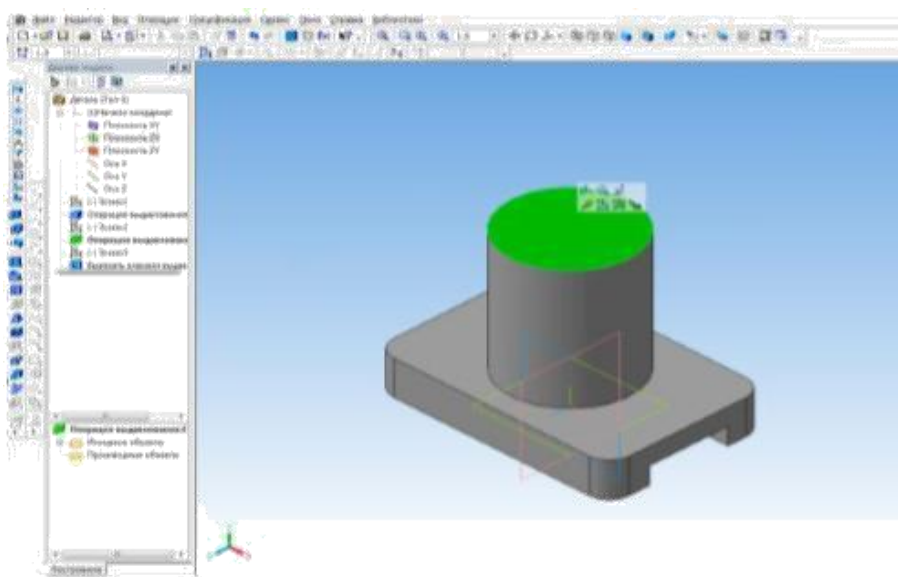

Рис. 9. Активация верхнего основания цилиндра
10. Активировать верхнее основание цилиндра – **ЭСКИЗ** – в панели **ГЕОМЕТРИЯ** – выбрать многоугольник. На панели свойств задать – количество вершин – 4, форма – по описанной окружности, диаметр – 50. Поместить четырехугольник в центр окружности. Выйти из режима **ЭСКИЗ** (рис. 9).